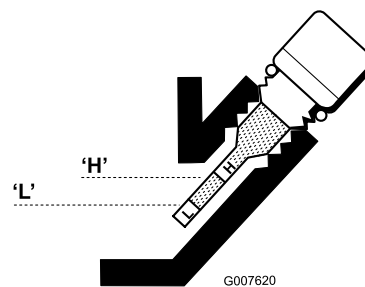

図 21
3. ゲージをウェスできれいに拭き、もう一度差し込む。ゲージはネジ込まずにさし込む。引き抜いて油量を点検する。量が不足している場合には、ゲージの読みがHとLの間になるまで、必要量だけオイルを補給する (図 21)。油量を確認する。入れすぎないこと。